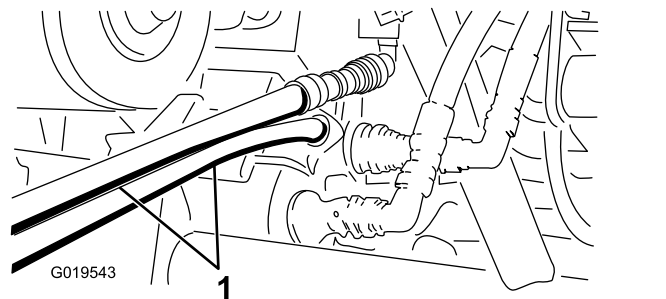

Figure 71
5. Sur l'autre machine, branchez les 2 flexibles au raccord se trouvant encore dans le support (branchez le flexible supérieur au raccord supérieur et le flexible inférieur au raccord inférieur) (Figure 71).